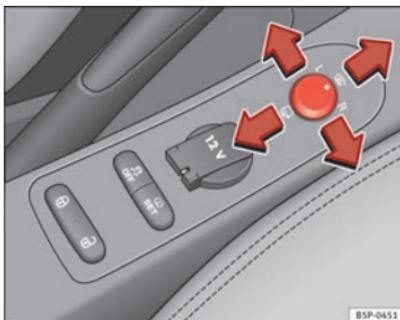

Fig. 88 Regolazione degli specchi retrovisori esterni
1. In primo luogo, ruotare la manopola ⇒ **fig. 88** portandola nella posizione **L (specchietto esterno sinistro)**.
- Per far ripiegare su se stessi gli specchietti esterni si deve ruotare la manopola ⇒ **fig. 88** portandola nella posizione . Si consiglia di richiudere sempre gli specchietti esterni quando si porta il veicolo all'autolavaggio, altrimenti potrebbero danneggiarsi.